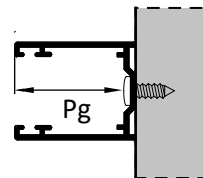

Fig. 4
3. Verificare che le guide laterali siano fissate in modo ottimale alla muratura e che le teste delle viti di fissaggio non sporgano all'interno della guida **(vedi fig. 4)**.
4. Rimuovere il rullo avvolgitore dal cassonetto. Verificare che il *rullo avvolgitore* (5) abbia  $\varnothing$  60 mm e che il suo spessore sia idoneo a supportare il peso del telo tapparella senza subire flessioni.